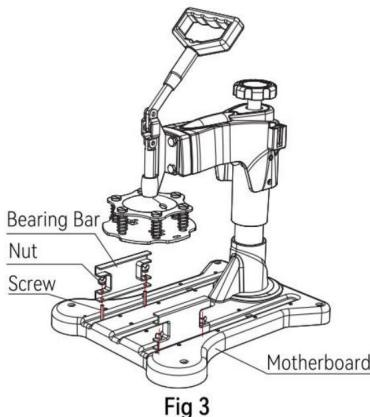

Fig 3
3. Gebruik 4 schroeven van onder naar boven, door de draagbalk van de achterkant van de backplane en zet deze vervolgens vast met handschroeven (zoals weergegeven in afbeelding 3).